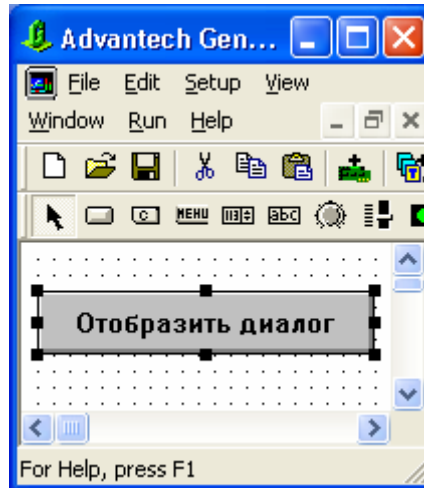
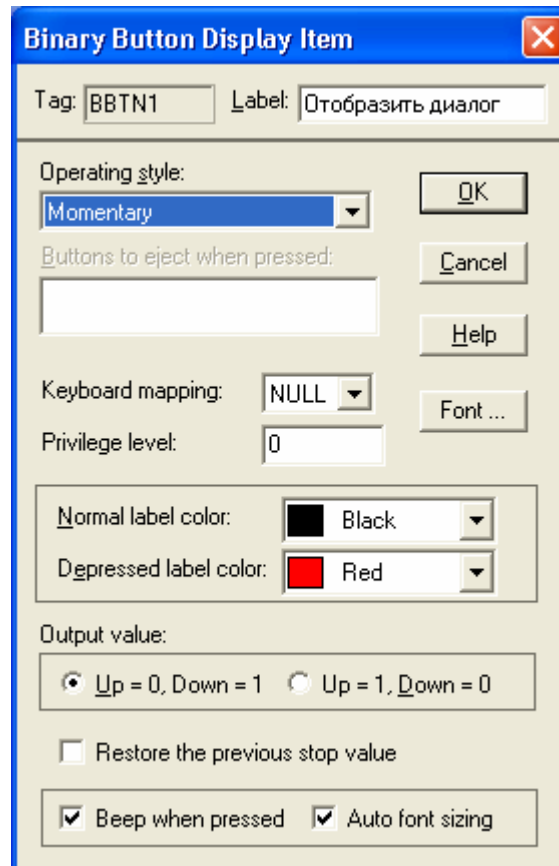

Рис. 4.84. Окно редактора форм отображения приложения DemoDialog
Рис. 4.85. Конфигурирование кнопки
4. *Четвертое действие.* Теперь сделайте активным окно **DISP1** редактора форм отображения, для чего щелкните по этому окну левой кнопкой мыши. При этом в верхней части главного окна появится панель инструментов редактора форм отображения. На панели инструментов выберите кнопку **Binary Button** (нажимаемая кнопка) и с помощью мыши перетащите ее и положите во внутреннюю область окна редактора форм отображения (рис. 4.84). Для настройки свойств кнопки щелкните дважды левой кнопкой мыши над пиктограммой кнопки. В результате появится диалоговое окно настройки. Выполните настройку кнопки в соответствии с рис. 4.85, а затем с помощью